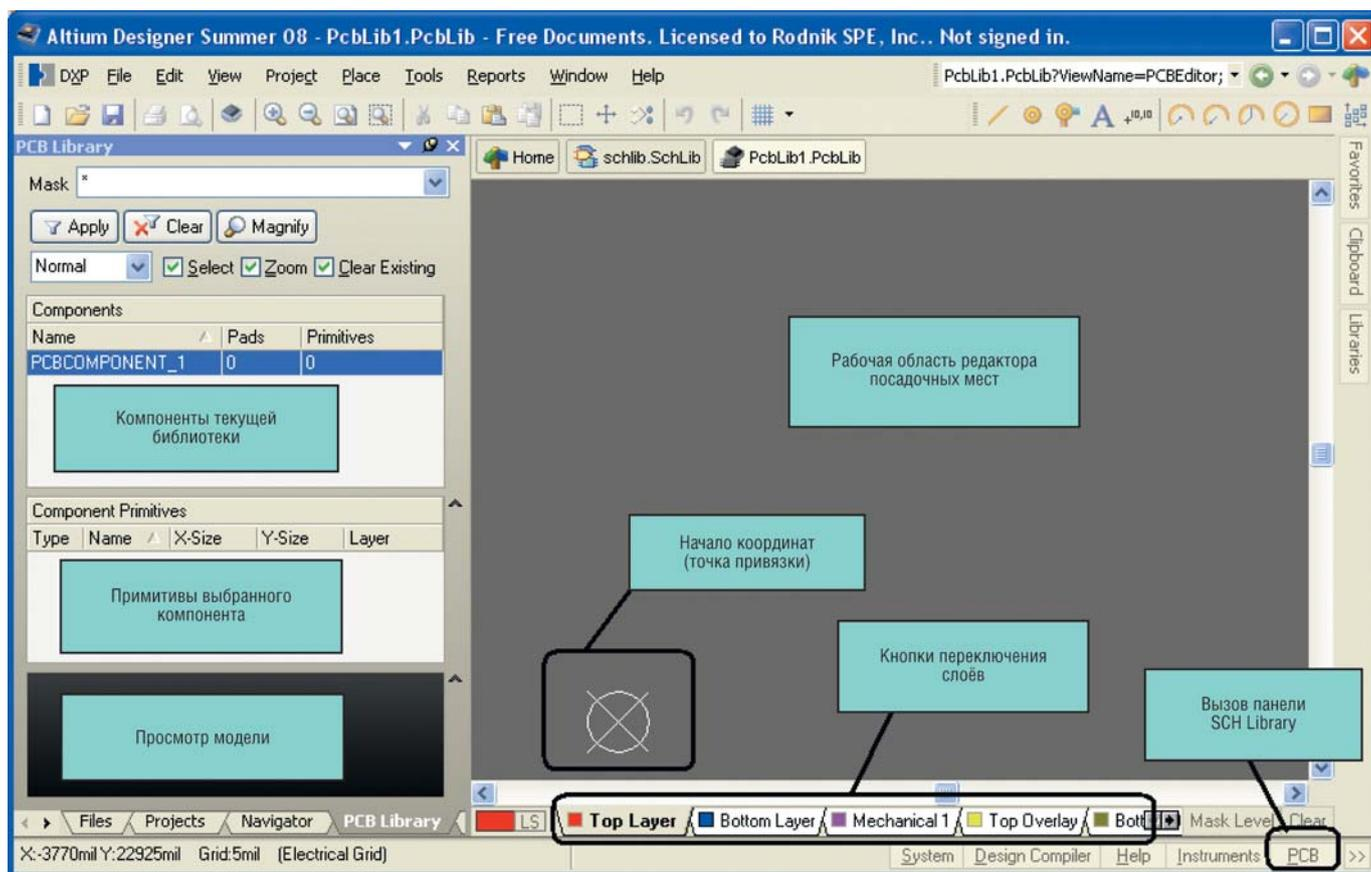

Рис. 10. Интерфейс редактора посадочных мест
2. Вторым этапом создания посадочного места является разработка графики, причём она должна быть выполнена в определённом слое. Более подробно работа со слоями в программе Altium Designer будет рассмотрена в одной из последующих статей. В нашем случае контур корпуса компонента должен быть выполнен в слое *Top Overlay*. Выбор слоёв производится кнопками с их названиями в нижней части экрана (см. рис. 10). Теперь в выбранном слое будем создавать контур компонента с помощью команды *Place > Line*, которая имеет некоторые отличия от аналогичной команды, используемой в редакторе символов. Во-первых, переключение сеток при нажатии клавиши *G* здесь происходит не между заранее заданными значениями, а путём выбора сетки из списка (можно задать пользовательское значение *Set Snap Grid*). Во-вторых, вместо пяти режимов рисования каждый режим разбит на подрежимы, как показано на рисунке 13. Режимы переключаются